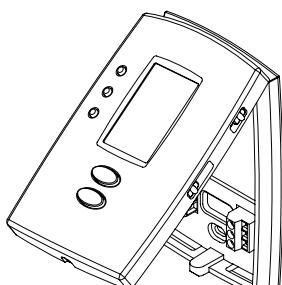
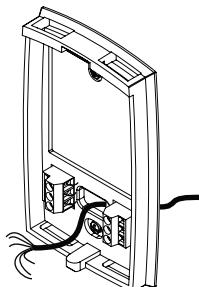

Figure 1
Figure 2
- ① Desserrer la vis de blocage au bas du thermostat. Noter que la vis est captive et ne peut pas être enlevée de la plaque murale.
- ② Séparer le thermostat de la plaque murale selon la figure 1.
- ③ Placer la plaque murale contre le mur et marquer au crayon l'emplacement des trous.
- ④ Percer les trous aux endroits marqués et insérer les chevilles d'ancrage fournies.
- ⑤ Passer les fils par la grande ouverture située au centre inférieur de la plaque murale selon la figure 2.